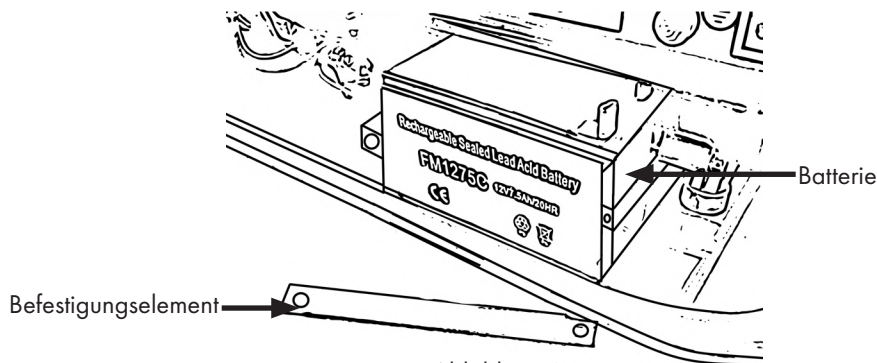

Abbildung 6
- Legen Sie zunächst den Akku wie in Abbildung 6 gezeigt ein und befestigen Sie ihn mit den Schrauben an der Vorderseite.